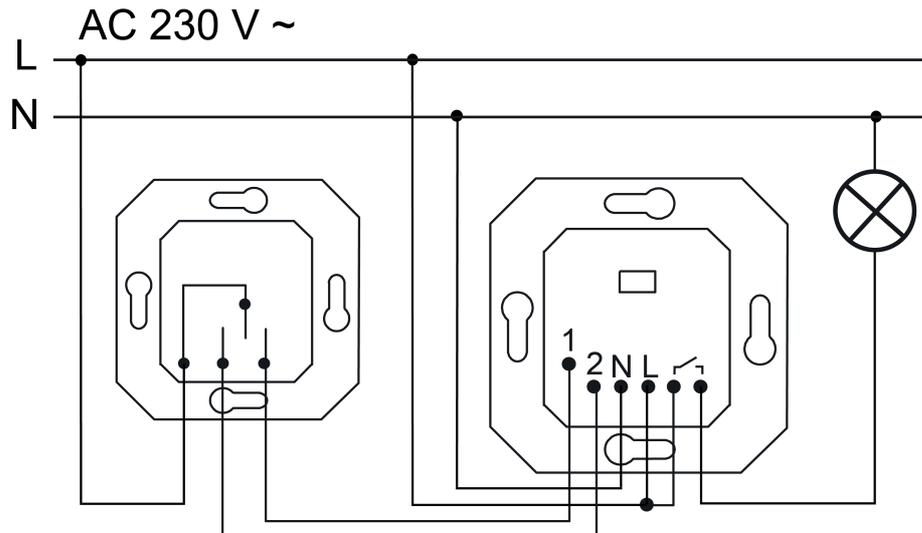

Bild 4: Anschlussbeispiel mit mechanischer Nebenstelle
- Optional die Nebenstellen an die Klemmen 1 (OFF) und 2 (ON) anschließen (Bild 4).